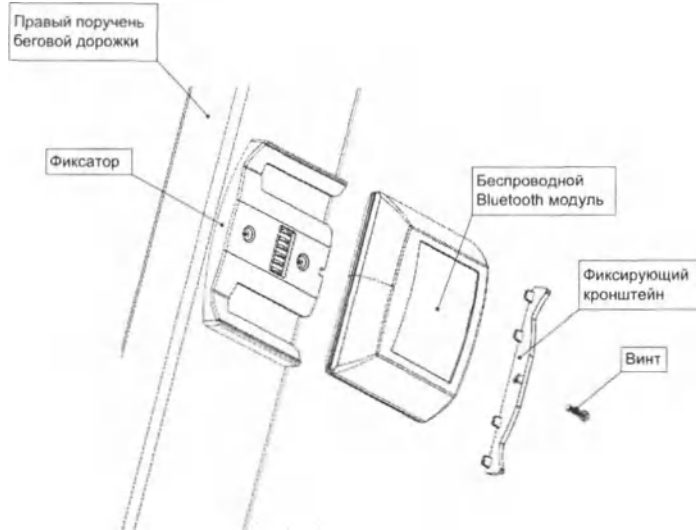

Рисунок 20 - Установка беспроводного Bluetooth модуля
- Вставьте корпус модуля в соответствующие пазы на фиксаторе (на правом поручне беговой дорожки) до упора (см. рисунок 20).